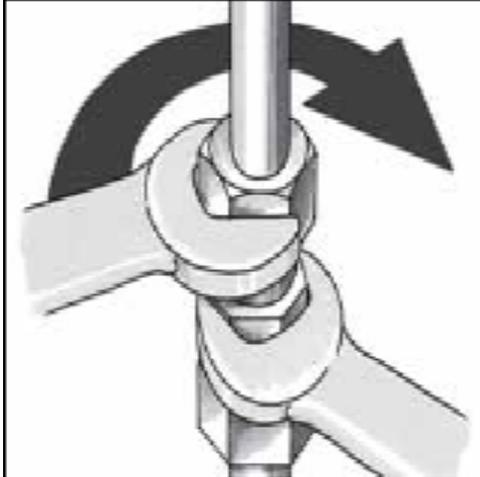

Bild 3
- 3.3 Nun wird die Überwurfmutter handfest zugedreht und nach diesem Punkt mit zwei Standard Gabelschlüsseln (Bild 3) unter Gegenhalten